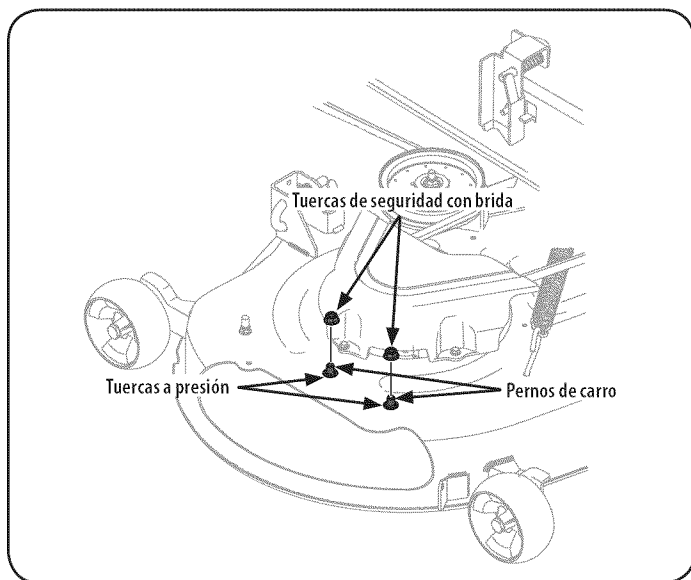

Figura 6
2. Retire las tuercas de seguridad con brida de la plataforma. No extraiga las tuercas a presión ni los pernos del carro, dejarlos en su lugar facilitará la instalación en el canal. Vea la Figura 6.